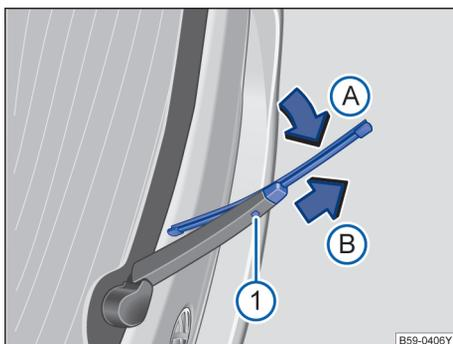

图 190 更换后风窗刮水器刮水片。
- 按住解锁按钮 → 图 190①。
- 将后风窗刮水器刮水片朝刮水器摆臂 → 图 190（箭头 A）方向翻转，同时沿箭头方向 B 拔下。会因此需要用较大的力量。